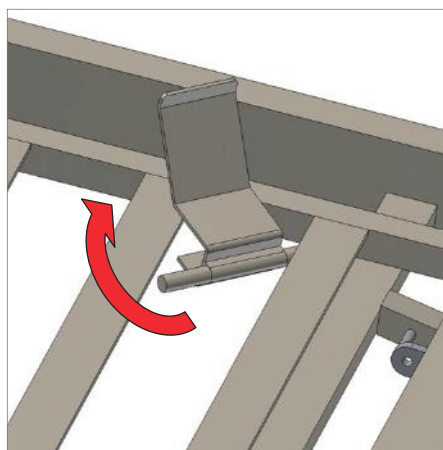
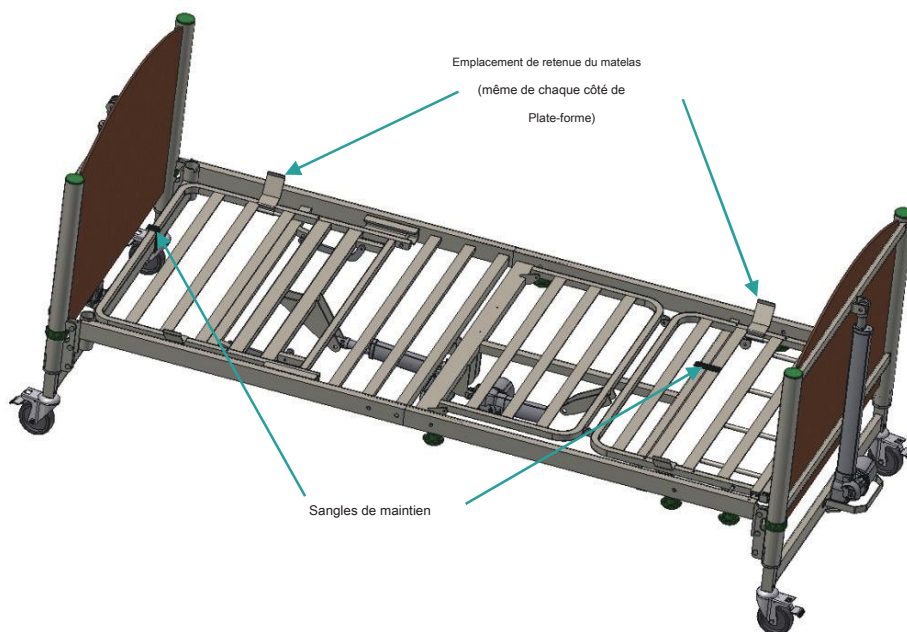

Figure 8: dispositif de retenue du matelas
Figure 9: Emplacement des clips de retenue du matelas et des sangles de retenue
18. Fixez les 4 clips de fixation du matelas au cadre de lit (**Figure 8**) aux endroits indiqués (**Figure 9**).
19. Retirez les sangles de retenue qui maintiennent le mouvement des parties du cadre aux extrémités du lit emplacements indiqués (**Figure 9**).